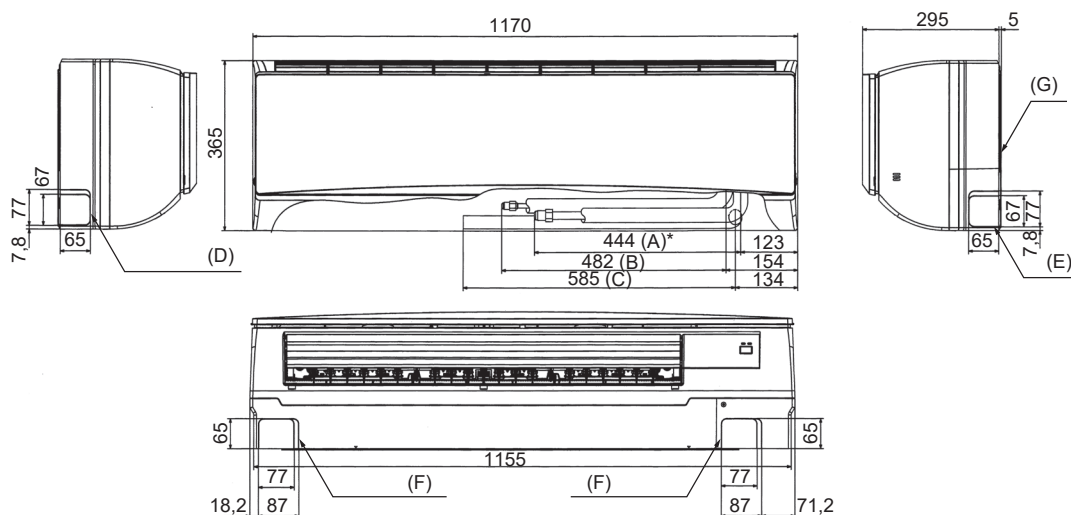

Fig. 4-3
4.4. Placering af køle- og drænrørføring (Fig. 4-3)
- (A) Gasrør
- (B) Væskerør
- (C) Drænslange
- (D) Udsparing til rørføring i venstre side
- (E) Udsparing til rørføring i højre side
- (F) Udsparing til rørføring forinden
- (G) Monteringsplade (1)